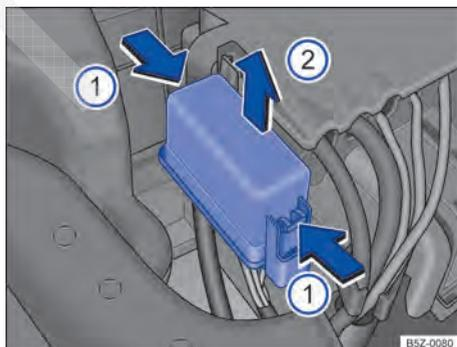

Fig. 148 No compartimento do motor: retirar cobertura da caixa de fusíveis.
- Pressionar as travas no sentido da seta ① para destravar a cobertura da caixa de fusíveis → Fig. 148.
- Remover a cobertura por cima ②.
- Para a **instalação**, colocar a cobertura sobre a caixa de fusíveis. Pressionar a cobertura para baixo, no sentido contrário ao da seta ②, até que trave de forma audível.